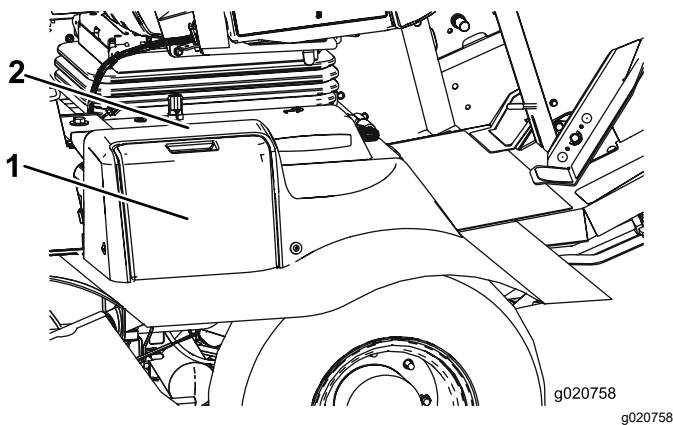

Bild 60
1. Öffnen Sie die Batterieabdeckung an der Seite der Abdeckung (Bild 60).
Hinweis: Üben Sie Druck auf die flache Oberfläche über der Batterieabdeckung aus, um das Entfernen der Abdeckung zu erleichtern (Bild 60).